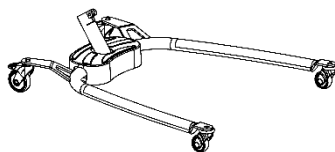

Fig. 1.6A
1. Coloque a base no solo e acione os travões (Fig. 1.6A)